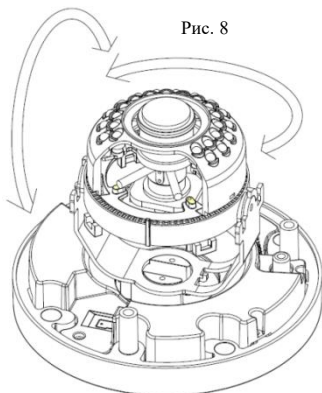

Рис. 8
3. Отпозиционируйте камеру для настройки желаемой зоны просмотра, поворачивая модуль камеры (рис. 8).